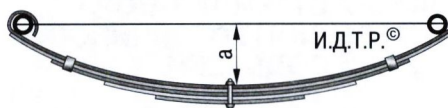

Рис. 7.6. Проверка прогиба задней основной и дополнительной рессор в свободном состоянии
13. Проверьте прогиб рессоры. Для этого сожмите рессору нагрузкой (750 ± 15) кгс. Натяните тонкую веревку или проволоку между центрами отверстий проушин рессоры и измерьте расстояние **а** (рис. 7.6) от верхней поверхности первого листа у центрального болта до натянутой веревки. Измеренное расстояние **а** должно быть не менее 47 мм для рессор из I группы и не менее 57 мм для рессор из II группы. Разность прогиба обеих рессор должна быть не более 10 мм.